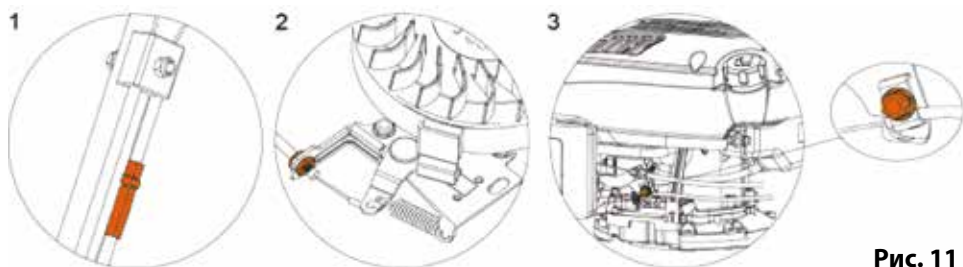

Рис. 11
6.2. Регулировка тросиков приводов (Рис. 11)